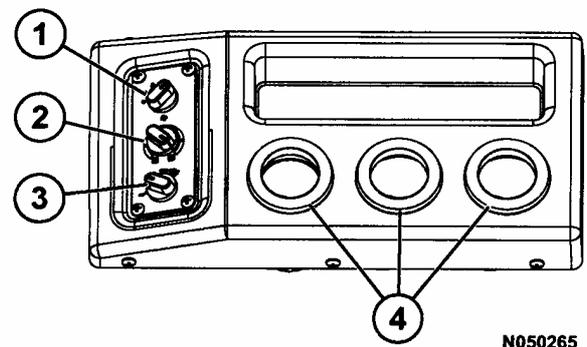

FIGURA 32-6. CONTROLES DEL CALEFACTOR/AIRE ACONDICIONADO
La perilla de control del ventilador (1, Figura 32-6) controla el motor del ventilador de aire de la cabina. El motor del ventilador es un motor de 3 velocidades: bajo (ajuste 1), medio (ajuste 2) y alto (ajuste 3). Las velocidades se seleccionan girando la perilla de control hacia la derecha hasta la posición deseada. APAGADO es la posición completamente a la derecha (ajuste 0).
La perilla de control de temperatura (2, Figura 32-6) permite al operador seleccionar una temperatura agradable.
- La perilla de control direccional (3, Figura 32-6) dirige aire caliente a diferentes áreas de la cabina.
Cada respiradero del calefactor/aire acondicionado (4, Figura 32-6) es del tipo aleta que se puede abrir o cerrar o girar en 360° para un óptimo flujo de aire. Hay cuatro (tres no se muestran) en la parte superior del panel, uno en cada módulo del panel izquierdo y derecho, y cuatro debajo del panel.